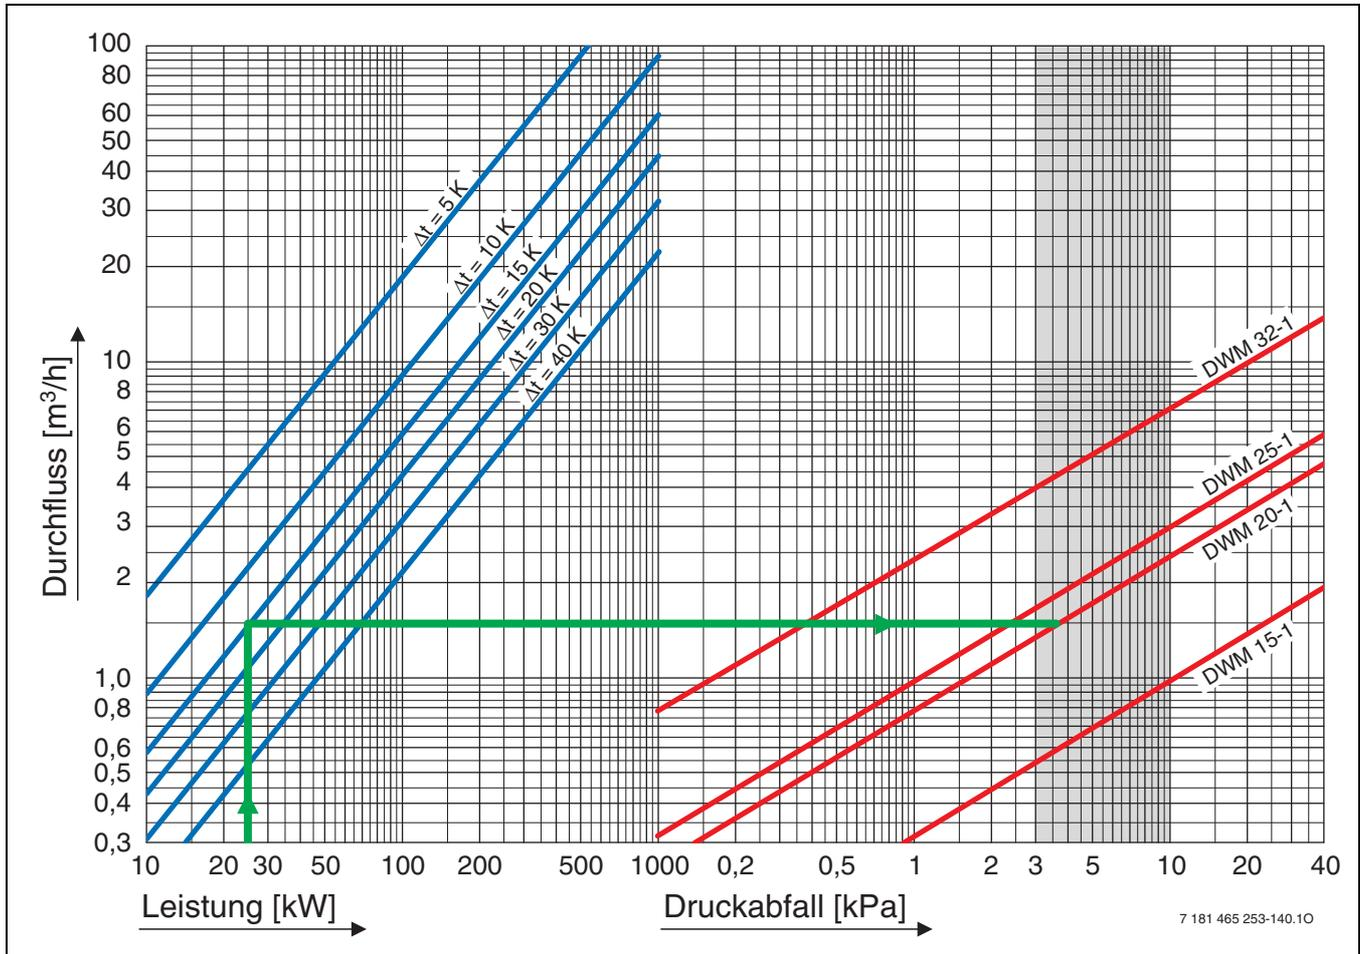

Bild 54 Auslegungsdiagramm für 3-Wege-Mischer
Um eine gute Reglercharakteristik zu erreichen, muss der Druckabfall im Mischer etwa gleich dem Druckabfall des sog. „mengenvariablen“ Teils des Rohrnetzes sein, also ebenfalls ca. 3,0 ... 10,0 kPa. Dieser Zusammenhang liegt dem Dimensionierungsdiagramm (Bild 54) zugrunde.
- ▶ In der linken Hälfte von Bild 54 den Schnittpunkt von der Leistungslinie und der Temperaturdifferenzlinie suchen.
- ▶ In der linken Hälfte von Bild 54 den Schnittpunkt von der Leistungslinie und der Temperaturdifferenzlinie suchen. Dieser liegt bei dem Durchfluss von ca. $1,5 \text{ m}^3/\text{h}$.